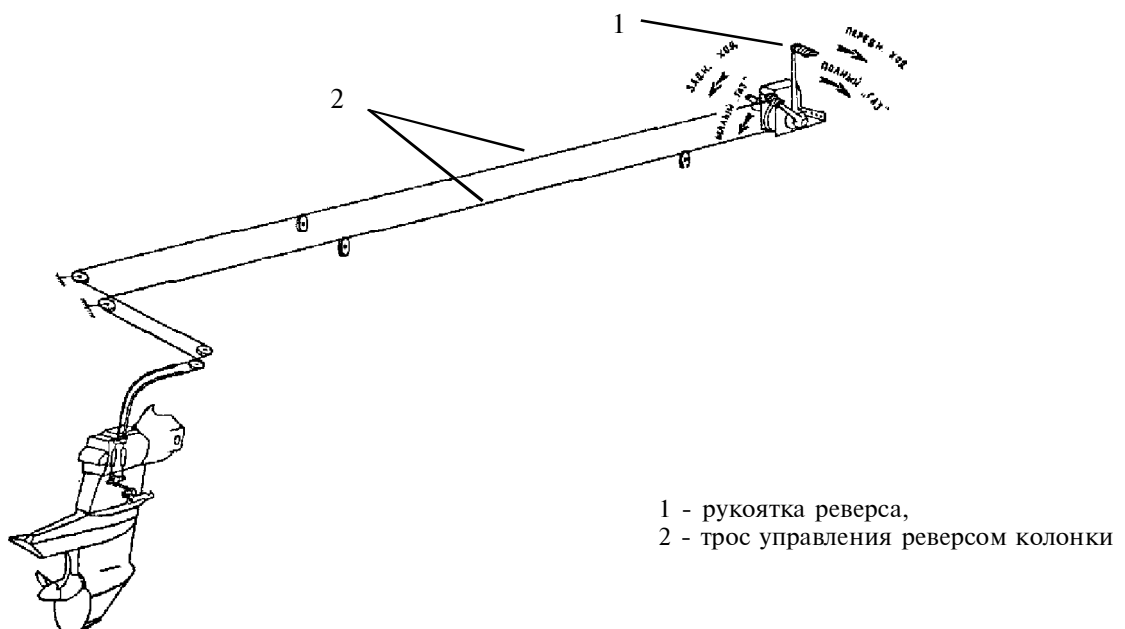

Рисунок 3.2 - Управление реверсом колонки
3.2.4 Реверс колонки производить рукояткой (1), соединенной тросиком (2) с коромыслом колонки, см. рисунок 3.2. Фиксацию положения НЕЙТРАЛЬ, ПЕРЕДНИЙ ХОД, ЗАДНИЙ ХОД осуществлять механизмом синхро-